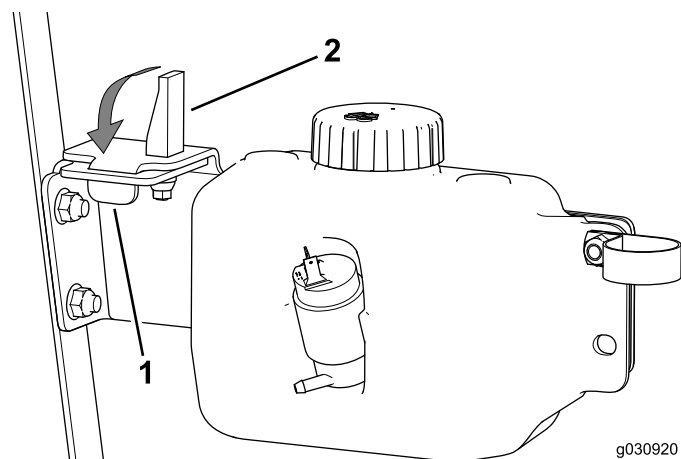

Figura 34
5. Inserite la linguetta nella scanalatura e la boccola di fissaggio a espansione nel foro della piastra del serbatoio (Figura 34).
6. Spingete la leva di fissaggio a espansione verso il basso (Figura 34).